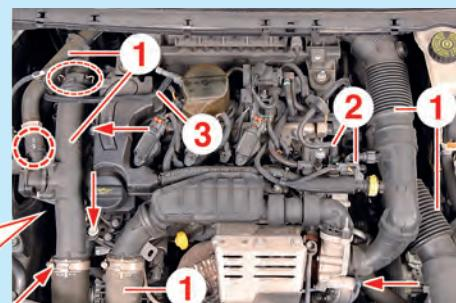

Fig.1
- Déposer les conduits et durits d'air (1) (Fig.1).
- le conduit d'air (2) de la pompe à dépression,
- le conduit d'alimentation en carburant de la pompe haute-pression (3),
- le conduit d'absorbeur des vapeurs de carburant de l'électrovanne (4).